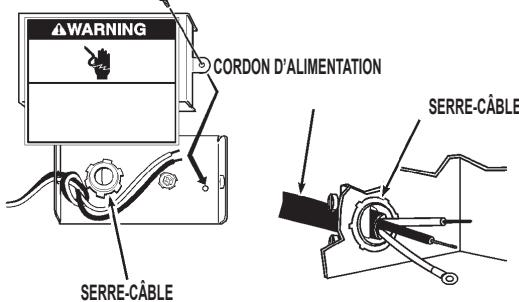

FIGURE 2
- Installer le serre-câble métallique sur le trou à l'arrière de la boîte de connexion. Voir la figure 2.